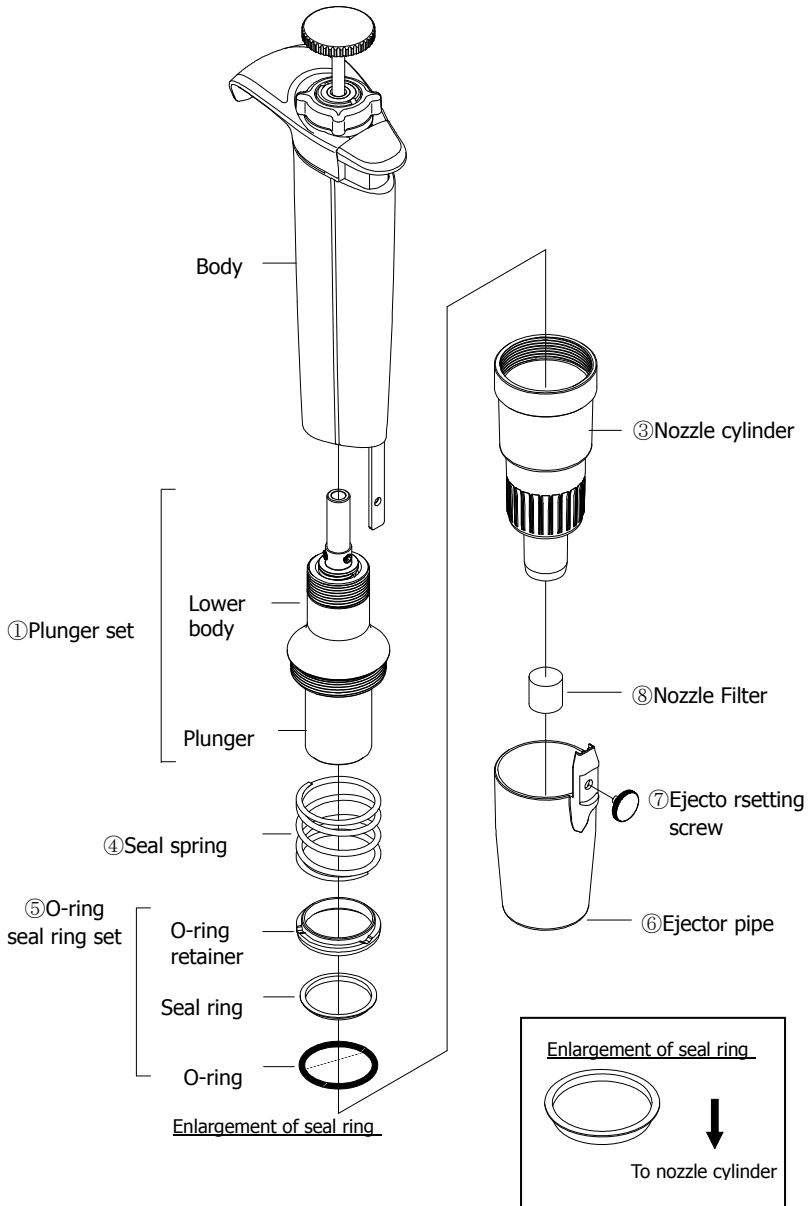

Fig. G4
- 5000uL, 10000uL : Fig.G4, G5
- 5000uL: Fig. G4, 10000uL : Fig. G5